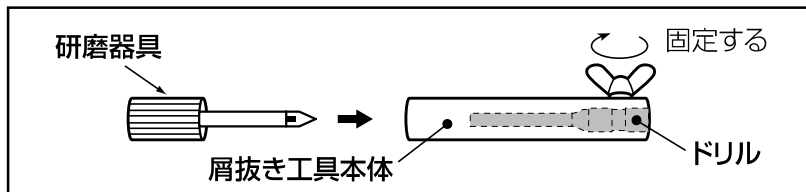

図48
- 1.ドリルを屑抜き工具に挿入して、ドリルの頭と工具の端面が一致した状態で、固定します。 図48 参照
- 2.図48の太矢印の方向より、研磨器具を挿入してください。このとき、研磨器具がドリルの刃先に当たるまで、静かに挿入してください。